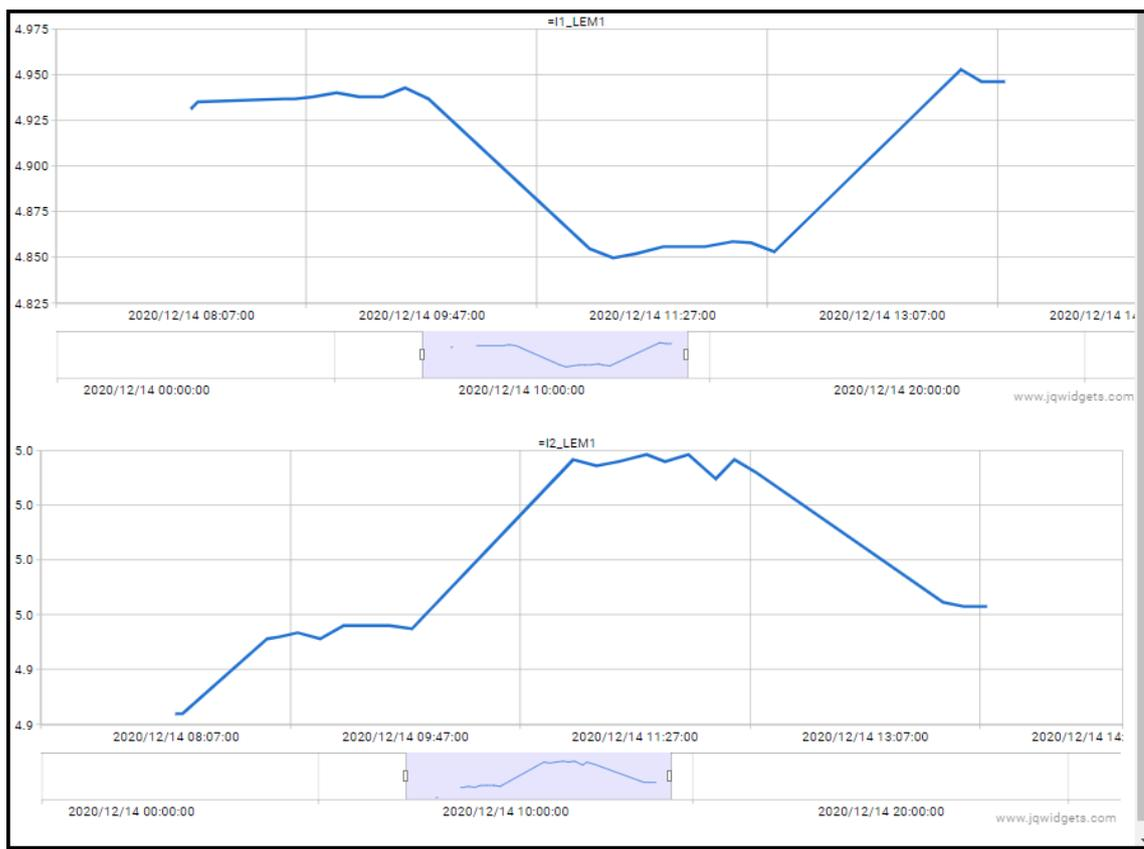

Рисунок 36 – Вид графика в режиме «Отдельный график»
- с) Режим «Отдельный график» отображает каждый из выбранных параметров на отдельном графике (рисунок 36).